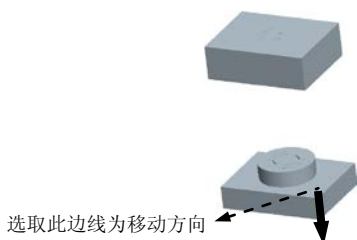

图 18.25 选取移动方向
Step2. 用“列表选取”的方法选取要移动的模具元件 MOLDING.PRT (浇注件), 在“从列表中拾取”对话框中单击 **确定 (D)** 按钮, 在“选择”对话框中单击 **确定** 按钮。
Step3. 在系统 **通过选择边、轴或面选择分解方向** 的提示下, 选取图 18.25 所示的边线为移动方向, 输入要移动的距离值-25, 并按 Enter 键。